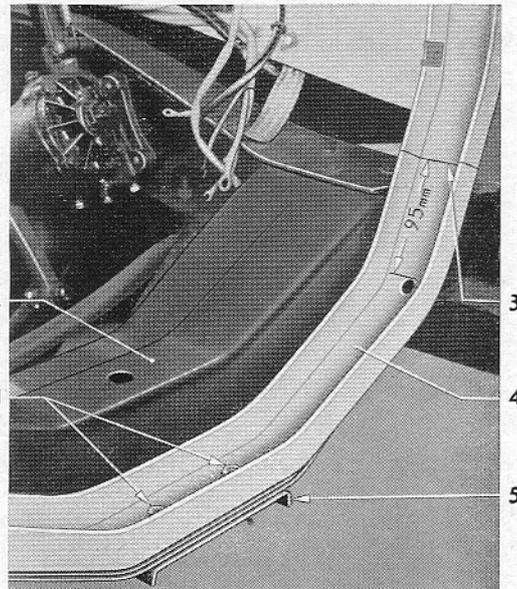

Bild 12 – U-förmige Versteifungsstrebe am vorderen Querträger
- U-förmige Versteifungsstrebe (12/4) mit Bogensäge beiderseits an der in Bild 12 für eine Seite angegebenen Stelle (12/3) durchsägen und vom vorderen Querträger abschrauben (siehe Arbeitsvorgang „Fahrerhaus vom Rahmen ab- und aufbauen“ in Gruppe 1 Bild 31/I).